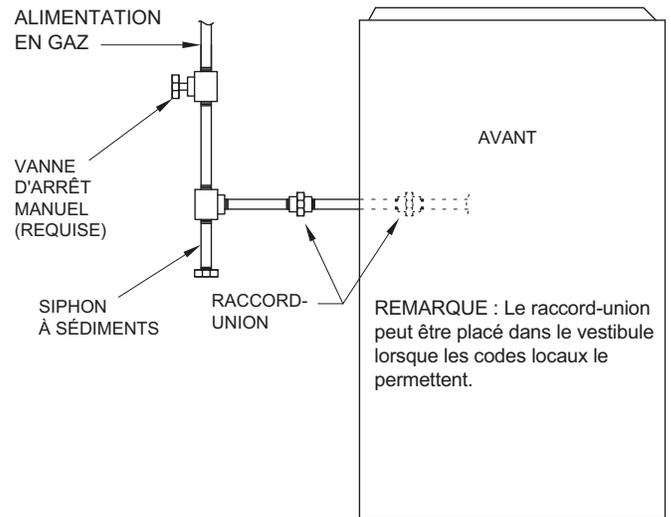

Fig. 32 – Disposition type de la tuyauterie de gaz
Posez un siphon à sédiments externe sur la colonne montante qui mène à la chaudière, tel qu'illustré à la Fig. 32. Raccordez un mamelon à capuchon à l'extrémité inférieure du raccord en T. Le mamelon à capuchon devrait s'étendre sous le niveau des commandes de gaz de la chaudière. Posez un raccord à rodage conique entre la soupape de commande de gaz et la vanne d'arrêt manuel extérieur du gaz.
5. Fixez le coffret électrique externe au caisson de la chaudière à l'aide de deux (2) vis à tôle.
11. Raccordez les fils d'alimentation et neutres sur place aux fils d'alimentation électrique de la chaudière à l'intérieur du coffret électrique externe, comme illustré à la Fig. 32.